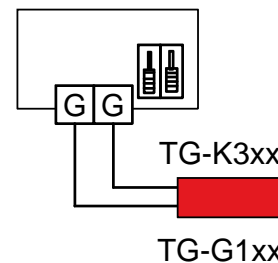

Fig. 3: Emplacement des switches et branchements pour consigne interne et sonde externe.\*
**Note:** Lorsque une sonde à distance est utilisée, la fonction équivalente à l'intérieure du EVR doit être inhibée. Pour cela, il est nécessaire de placer correctement les switches DIP à la droite des bornes, en se référant à la figure 3.